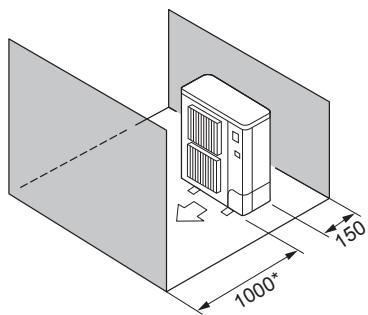

Fig. 2-7
- ⑤ Yalnızca öndeği ve arkadaki engeller (Fig. 2-7)